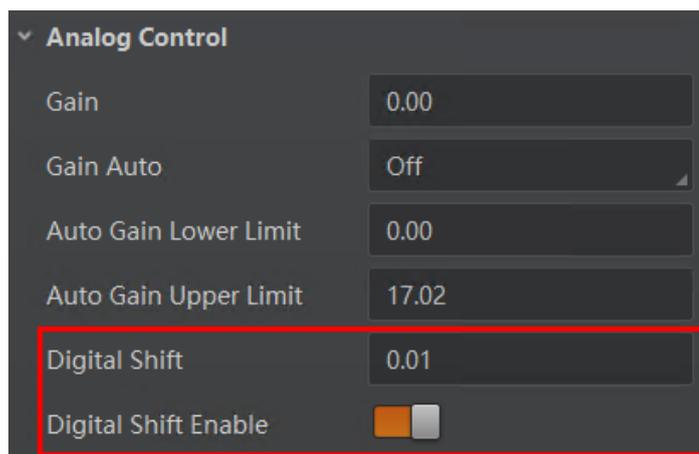

图8-18 数字增益设置
2. 在 *Digital Shift* 参数中输入需要设置的数字, 如图 8-18 所示。